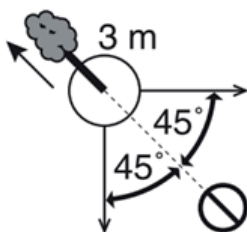

Рисунок 9. Приклад планування відходу, залежно від напрямку падіння дерева.
2. Визначити напрямок, у якому буде падати спилане дерево з урахуванням напрямку вітру, передбачити маршрут відходу під час падіння дерева (треба відійти від стовбура у протилежному від падіння напрямку, принаймні на 3 м, щоб уникнути удару після відкидання стовбура назад на пень (рис. 9).